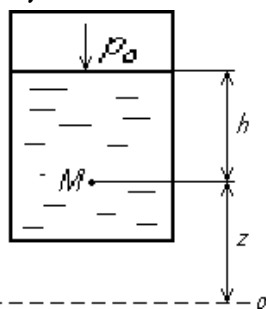

Рисунок 1
7. Какая зависимость служит для определения абсолютного гидростатического давления P_A в точке М (рисунок 1)?